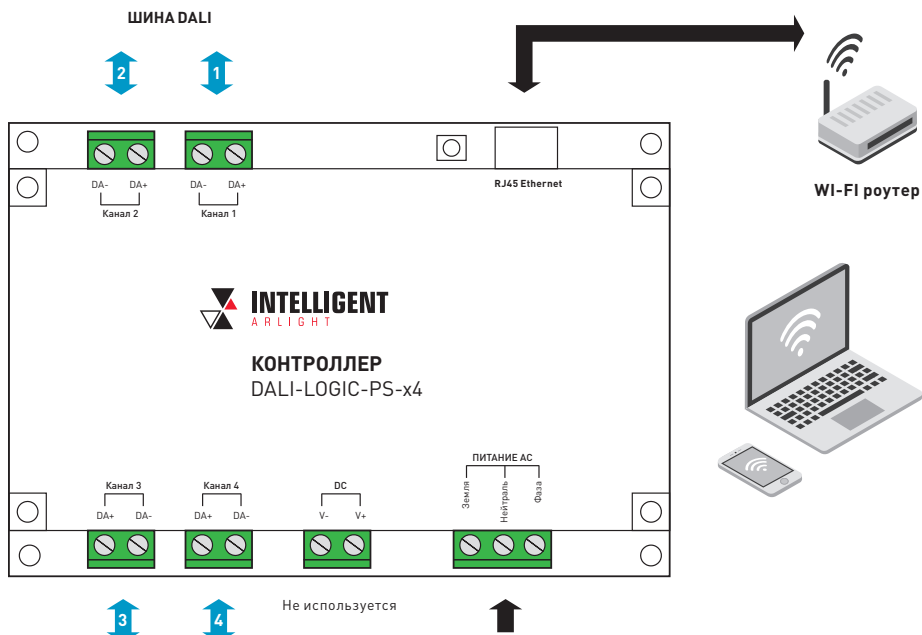

Рис. 1. Подключение контроллера.
- 3.2. Подключите оборудование. Структурная схема подключения контроллера показана на рис. 1.